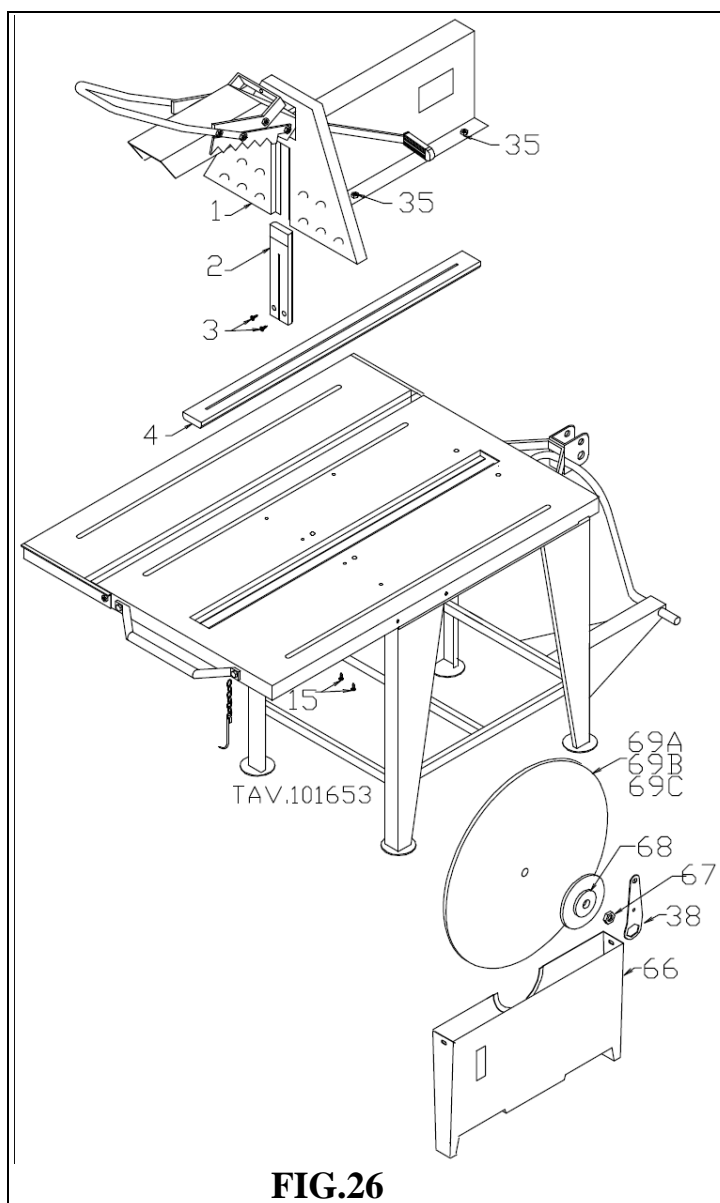

FIG.26
Per sostituire il listello di guide tavolo (pos.4) e il listello di protezione (pos.2) qualora fossero consumato bisogna seguire come di seguito (vedi Fig.26):
3. Spingere la leva di disinnesto (pos.29) verso il retro della macchina in modo che sia completamente abbassata.
4. Togliere il carter superiore (pos.1) svitando le viti imperdibili (pos.35).
5. Svitare le viti UNI6954 (pos.3).
6. Sostituire il listello di protezione (pos.2) con uno nuovo.
7. Per procedere alla sostituire del listello di guide tavolo (pos.4) smontare il carter coprilama inferiore (pos.66) e il disco (pos.69) come indicato al paragrafo 6.2.
8. Svitare le viti UNI 6949 (pos.15).
9. Sostituire il listello di guide tavolo (pos.4) con uno nuovo.
10. Montare il disco (pos.69) e il carter di protezione disco inferiore (pos.66) come indicato al paragrafo 6.2.